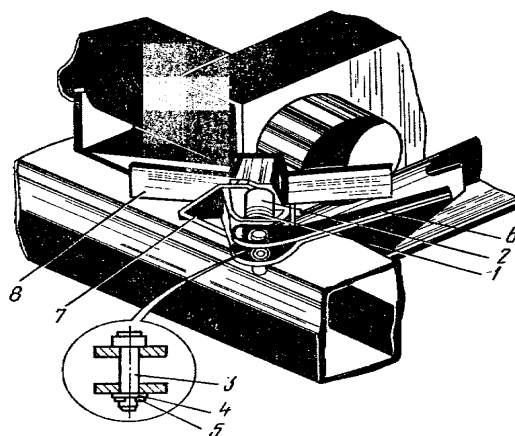

Рис. 5. Стопор поворотного устройства:
4.3.3. Стопор устройства поворотного (рис.5) служит для блокирования поворотного устройства при маневрировании тракторного поезда задним ходом и состоит из корпуса 7, стопора 2, пружины 1, рукоятки 6 и ловителя стопора 8.